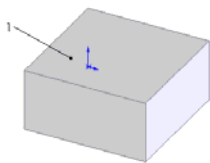

图 5-12 拉伸的图形
- ③ 拉伸实体。选择菜单栏中的“插入”→“凸台/基体”→“拉伸”命令，将上一步绘制的草图拉伸为“深度”为 30 的实体，结果如图 5-12 所示。
- ④ 设置基准面。用鼠标选择图 5-12 中的表面 1，然后单击“标准视图”工具栏中的